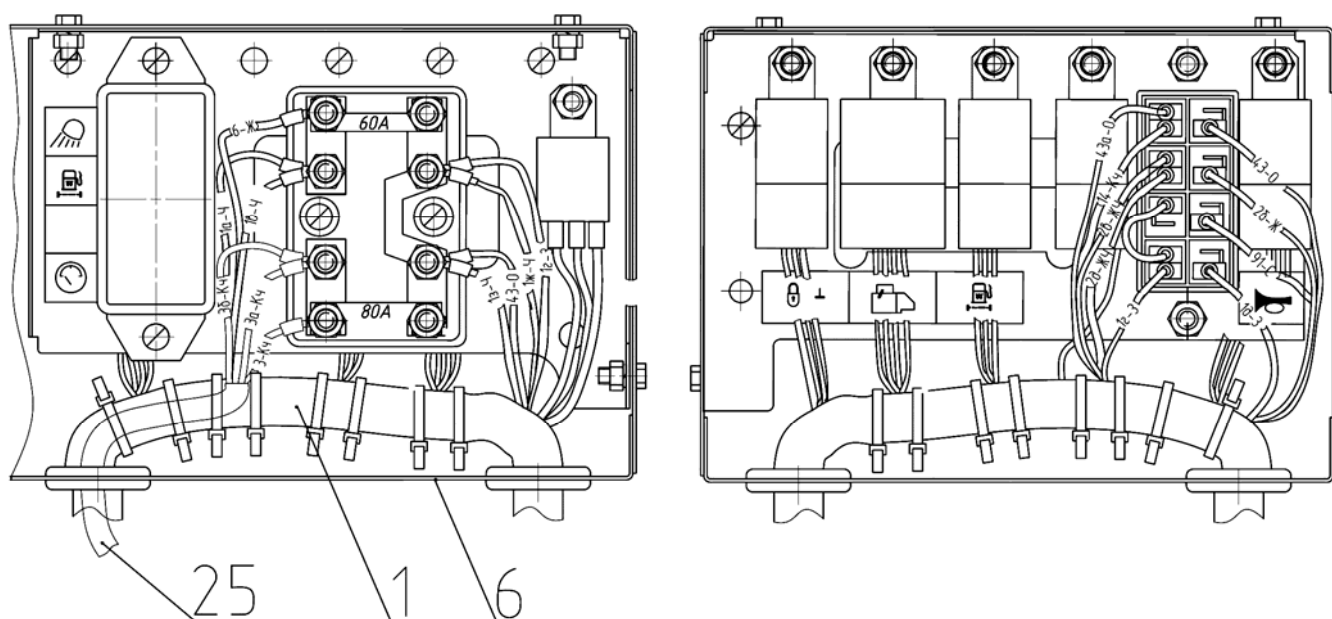

Рис.11.15 Коробка реле с предохранителями и коммутационными реле.
- е) реле и блоков предохранителей, расположенных в коробке (6), (рисунок 11.15), и снимите жгут (1);
- 3.4) отсоедините жгут (25), (рисунок 11.15), питания крыши, и демонтируйте жгут (1) двигателя.